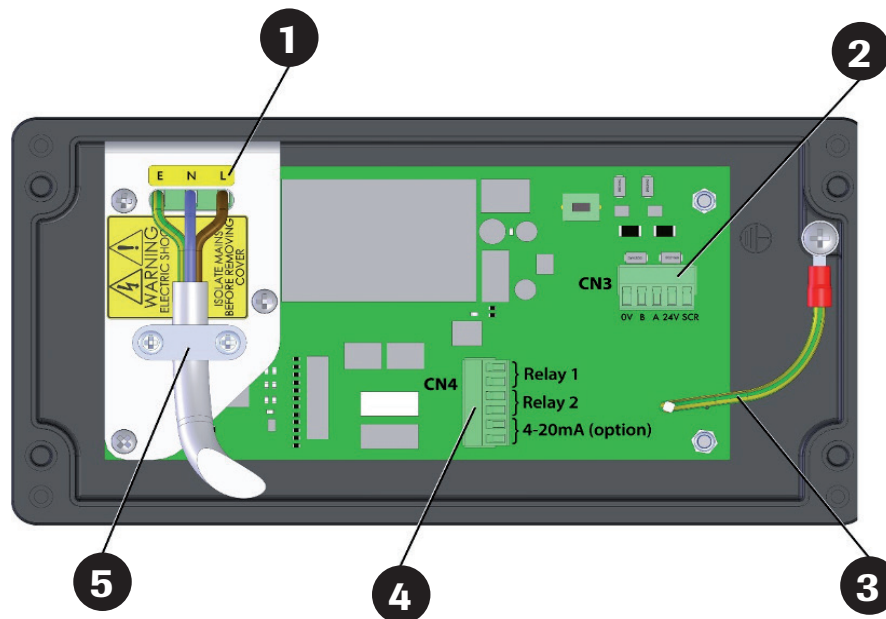

Abb. 7: Leiterplattenverbindungen der Steuereinheit (im Gehäusedeckel)
Schließen Sie den Sensor an, indem Sie das vieradrige Datenkabel von der Steuereinheit durch die Kabelverschraubung neben der Klemme CN3 führen (siehe ABBILDUNG 7).
Führen Sie unter Bezugnahme auf ABBILDUNG 7 oben ein geeignetes Sensorkabel durch die nächstgelegene Kabeleinführung, und schließen Sie es an die erforderlichen Kontakte von Steckverbinder CN4 an (siehe Tabelle). Beide Relais sind vom SPCO-Typ und im Betrieb ausfallsicher.
1. Lösen Sie unter Bezugnahme auf ABBILDUNG 7 auf Seite 19 die 4 Deckelschrauben, und öffnen Sie die Einheit vorsichtig.